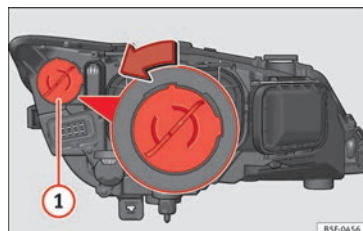

Fig. 104 Lampadina per luce diurna.
- Ruotare il portalampada »» fig. 104 ① verso sinistra e tirare.